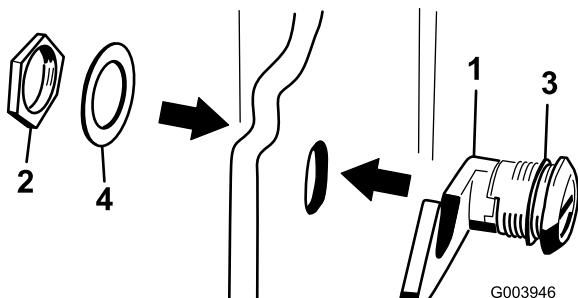

図18
3. フード・ラッチ・アセンブリからナットを取り外す(図18)。